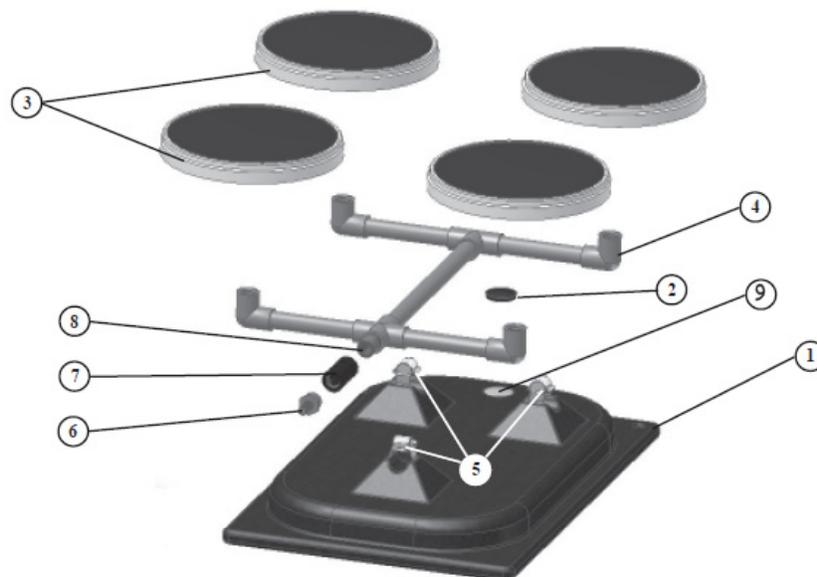

Figura 9b: vista detallada del conjunto del difusor de cúpula
1. Relleno de la base de arena: el conjunto del difusor de cúpula consiste en una base de plástico de arena con peso (1) y un colector para difusor de PVC (4) para los cuatro difusores de cúpula. El colector del difusor está fijado a la base de arena vacía; necesitará 0,85 kg de arena para rellenar la base. Coloque la base sobre un extremo con el orificio (9) en la parte superior; vierta la arena por el orificio mediante un embudo. Una vez que rellene la base, inserte el tapón.
2. Montaje de la válvula de retención: enrosque la válvula de retención (7) en la boquilla del tubo (8), las flechas en la válvula de retención indican la dirección del caudal de aire y deben apuntar al conjunto de la tubería de los colectores. La válvula de retención evita que el flujo de agua vuelva a la línea de aire cuando el compresor no está en funcionamiento. Aplique sellante para roscas en el empalme de púas (6) y enrósquelo en la válvula de retención; no apriete en exceso. **(Consulte la Figura 9b).**
3. Montaje de los difusores de disco: aplique sellante para roscas en las roscas de los difusores de cúpula (3) y enrósquelos en los codos del conjunto del colector (4). Repita este paso para los difusores restantes. Para evitar dañar los empalmes de PVC, enrosque solamente el difusor de cúpula hasta que quede apretado al tacto; **no lo apriete en exceso.**